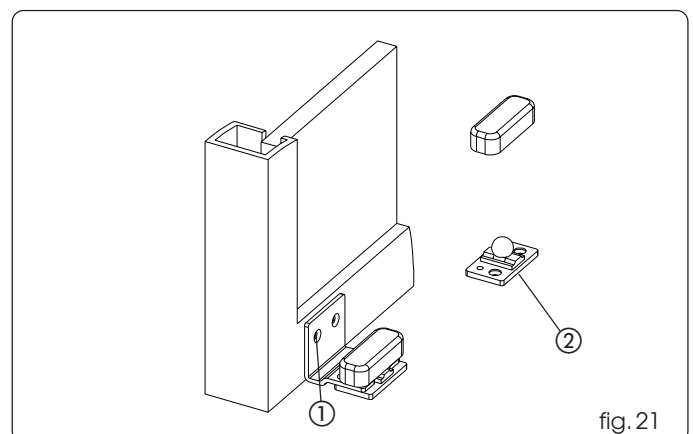

fig. 21
- Fije los patines como se indica en la fig. 21 ref. ① utilizando los adecuados tornillos.
- Fije directamente el patín al pavimento, como se indica en la fig. 21 ref. ② utilizando tacos y tornillos adecuados.